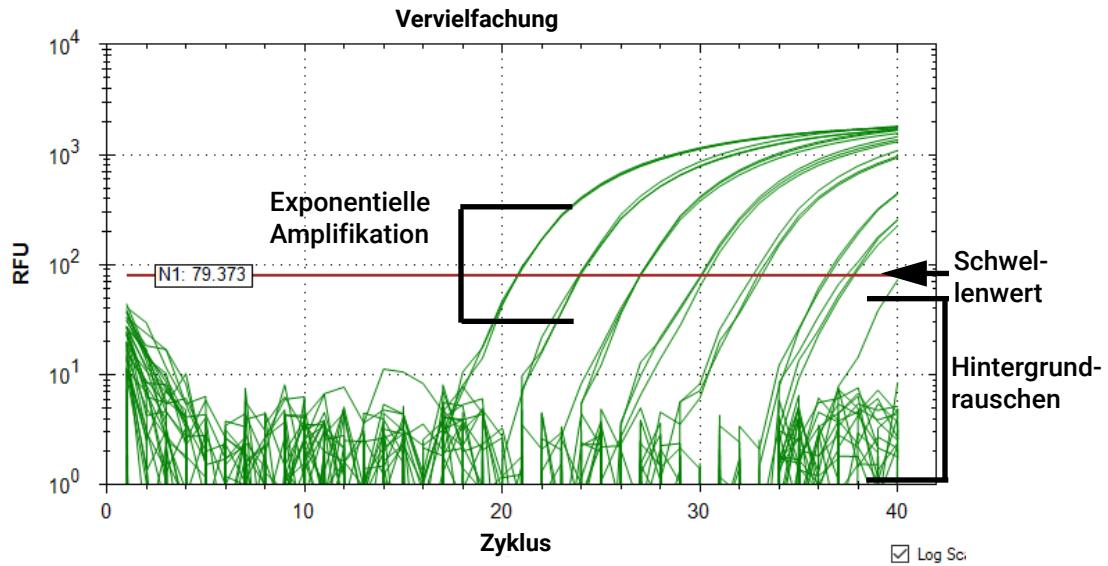

Abbildung 35 Maestro-Diagramm „Amplification“ (Amplifikation) für das N1-Ziel
- Bestimmen Sie, ob der Schwellenwert sowohl hoch genug ist, um über dem Hintergrundrauschen zu liegen, als auch niedrig genug, um die Plots in der exponentiellen Amplifikationsphase einzubeziehen (siehe **Abbildung 35**). Gehen Sie auf der Grundlage dieser Bestimmung wie in **Tabelle 15** beschrieben vor.